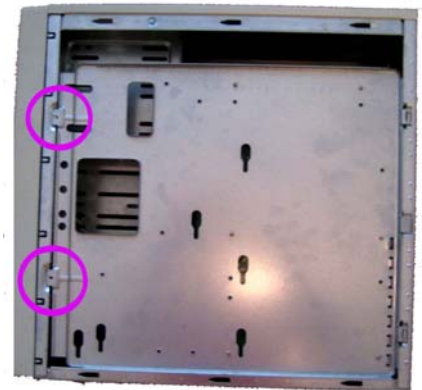

Abbildung 76: Herausnehmbares Motherboardblech
1. Das Motherboardblech befindet sich innerhalb des Gehäuses. Auf dem Blech wird das Motherboard fixiert. Falls das **Motherboardblech** ausbaubar ist, sollte es herausgenommen werden. Dabei müssen meist nur wenige Schrauben entfernt werden, siehe Markierung auf Abbildung 76.